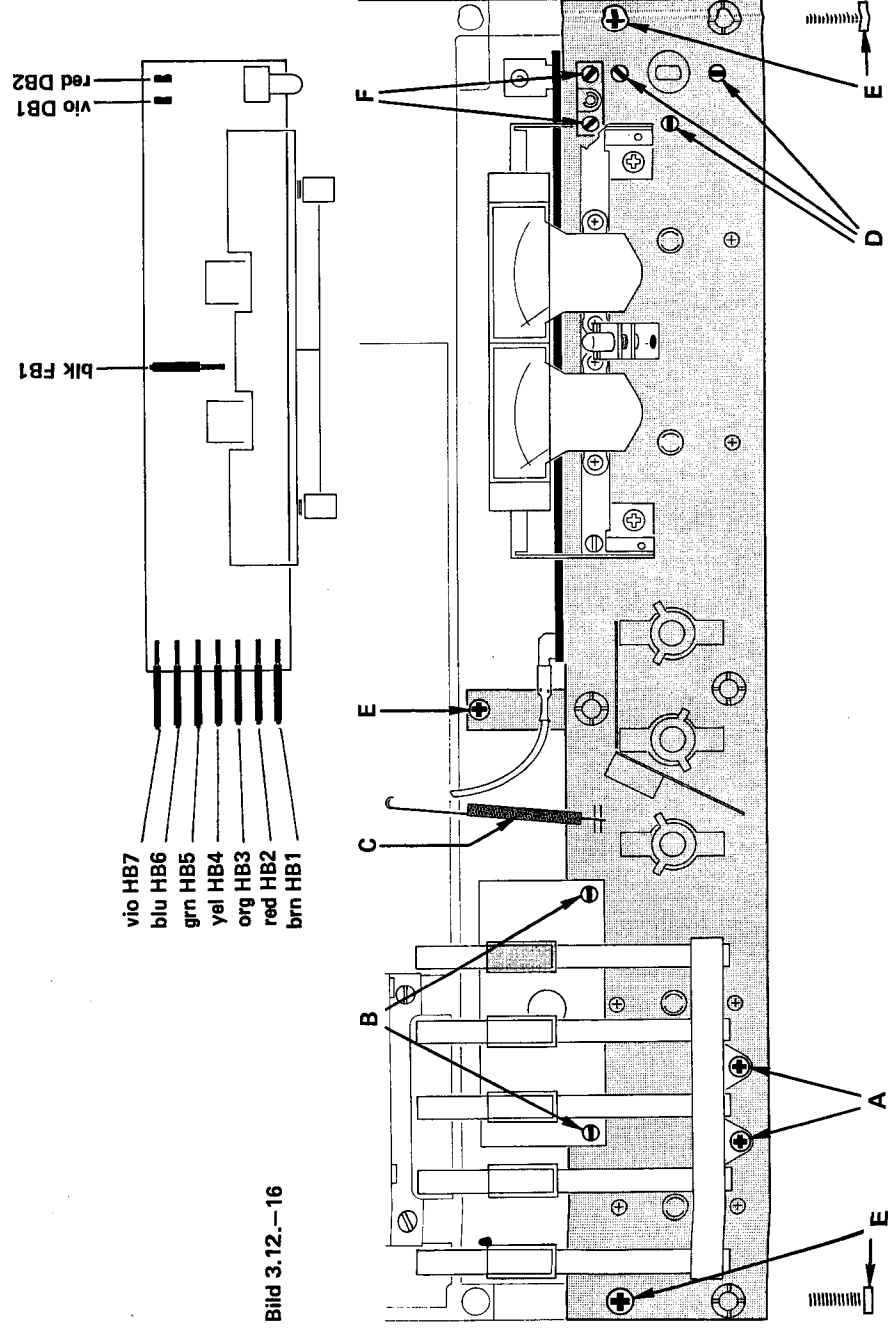

Bild 3.12.-16
3.12. Schalter-Print ausbauen (s. Bild 3.12.-16)